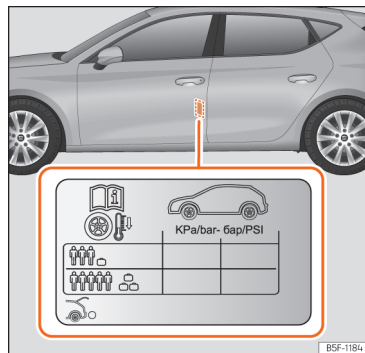

Fig. 232 Ubicació de l'adhesiu de la pressió d'inflament dels pneumàtics.
- Adapteu la pressió dels pneumàtics a la càrrega que porta el vehicle »» fig. 232.
Els valors de la pressió d'inflament s'indiquen a l'etiqueta adhesiva situada a la zona posterior del marc de la porta davantera esquerra »» fig. 232.
La pressió dels pneumàtics s'ha d'adaptar a la càrrega actual del vehicle. Si el vehicle anirà carregat al màxim, heu d'augmentar la pressió d'inflament al valor màxim de càrrega indicat a l'etiqueta adhesiva »» fig. 232.
En el cas d'una roda d'emergència minimitzada (125/70 R16 o 125/70 R18), infieu-la a 4,2 bar de pressió segons s'indica a l'etiqueta de pressió dels pneumàtics »» fig. 232.
- El conductor és responsable que tots els pneumàtics del vehicle estiguin inflats a la pressió correcta. La pressió d'inflament recomanada s'indica en un adhesiu »» fig. 232.
- Amb els pneumàtics en fred, s'ha de mantenir sempre la pressió indicada a l'adhesiu »» fig. 232.